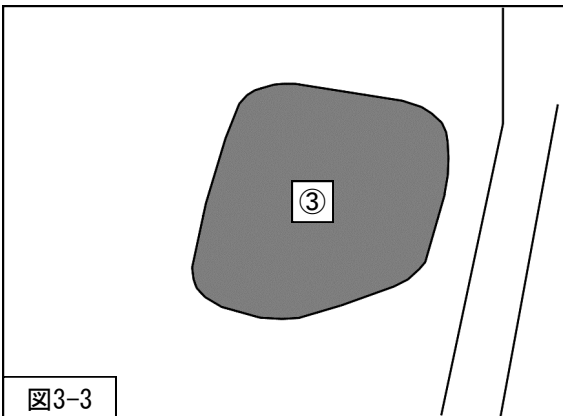

図3-3
4. ③リアショックアブソーバASSYアッパーカバーを取外してください。（図3-3）